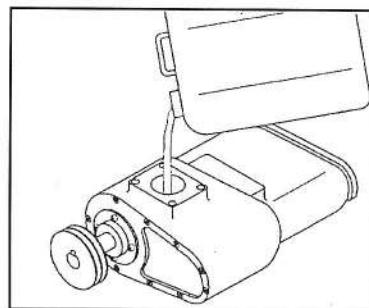

Fig. 7
- 2- Verter el aceite al conjunto rotor por el orificio superior que ha quedado al descubierto al extraer el regulador de aspiración (fig. 7).